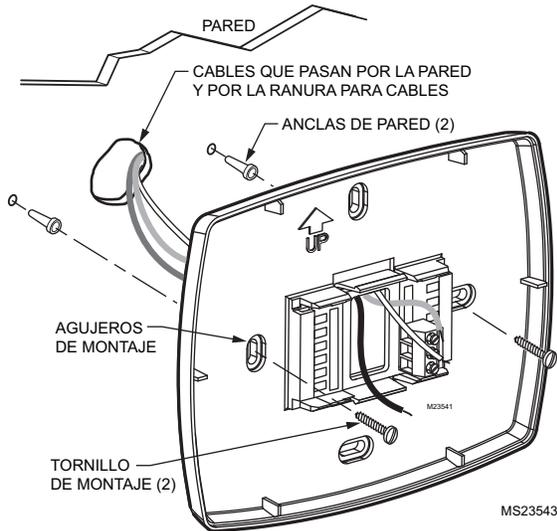

Fig. 7. Montaje de la placa para pared.
- Coloque la placa para pared sobre los agujeros y pase los cables por las aberturas. Vea la Fig. 7.